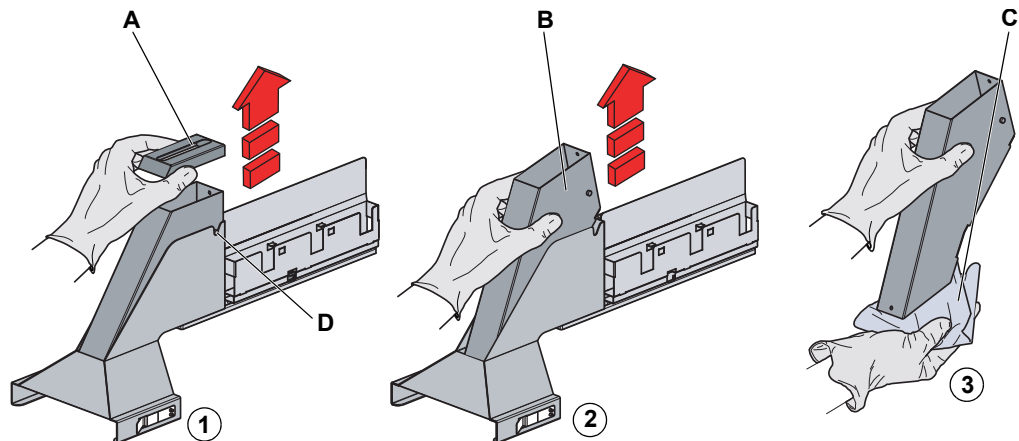

Fig. 7-21 Desmontaje del accesorio insertable del tobogán de residuos DiTi
- 6 Reinstale el accesorio insertable del tobogán de residuos DiTi. Compruebe que el pin de posicionamiento del tobogán de residuos DiTi esté correctamente colocado en la ranura (D, Fig. 7-21, Fig. 7-48).